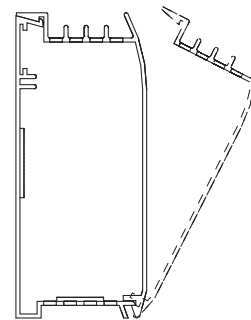

Fig. 5
17. Antes de energizar, verifique que la cubierta delantera está asegurada apropiadamente sobre la carcasa trasera a lo largo de todo el calefactor, vea la Fig. 5. No ponga en funcionamiento el calefactor sin la cubierta delantera instalada.
10. Coloque nuevamente la cubierta delantera enganchando el borde delantero inferior de la cubierta delantera sobre el borde delantero inferior de la carcasa y empujando la cubierta hacia atrás en línea recta para enganchar el borde trasero superior de la carcasa con el borde trasero superior de la cubierta delantera. Vea la Fig. 5.
10. Coloque nuevamente las cubiertas delanteras siguiendo el Paso 10 de la **Instalación de unidad sola**, (vea la Fig. 5.)
5. Coloque nuevamente la cubierta delantera según se muestra en la Fig. 5 verificando que quede asegurada en posición a todo lo largo del calefactor. Restaure la energía hacia el calefactor y verifique que está funcionando apropiadamente.